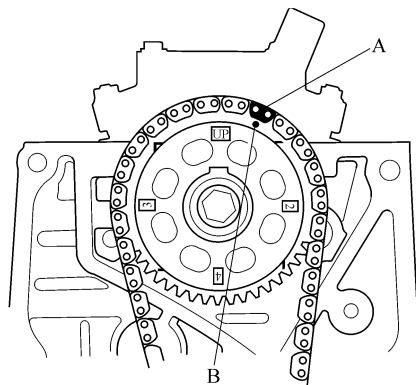

图 2-69 涂色链节对准凸轮轴标志
4) 将凸轮轴链条安装在凸轮轴链轮上, 使涂色的链节 (A) 与凸轮轴链轮上的标记 (B) 对准, 见图 2-69。